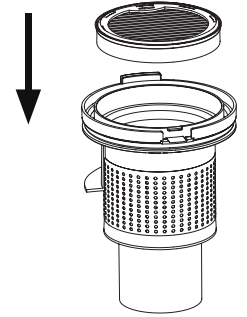

FIG. 8
- 5) Zainstaluj filtr zgodnie ze wskazanym kierunkiem (Rys.8)